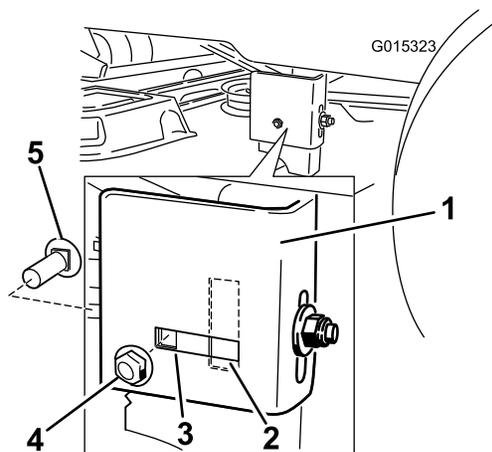

Figura 50
7. Mova para o lado esquerdo da máquina. Verifique se os parafusos de carroçaria lateral está na posição fixa ou ranhurada (Figura 50).
- Se o parafuso de carroçaria estiver na posição fixa, remova o parafuso da carroçaria lateral e porca de fixação lateral da posição fixa e instale-a na posição de ajuste ranhurada (Figura 50).